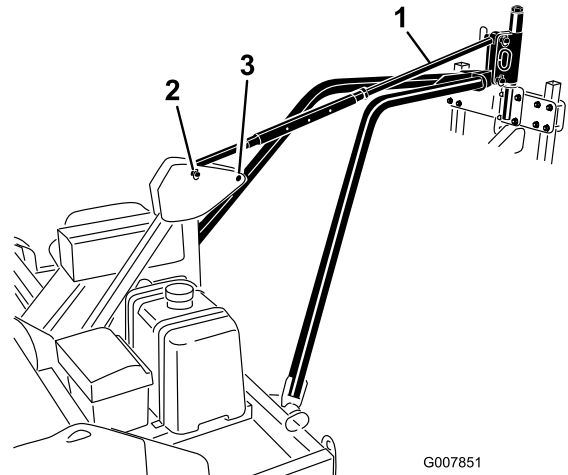

Figure 16
4. Alignez le trou dans la plaque d'attelage des bras de remorquage sur les trous inférieurs du pivot d'attelage de l'aérateur (Figure 16).
5. Fixez la plaque d'attelage au pivot d'attelage avec une goupille d'attelage et une goupille à anneau (Figure 16).
du châssis à l'aide des goupilles d'attelage et des goupilles à anneau (Figure 16).